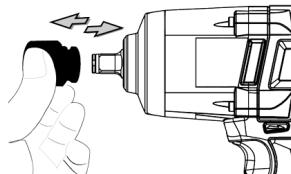

Рис. 1
- Чтобы установить торцевую головку, вставьте ее в приводной шпиндель как можно глубже (см. рис. 1).